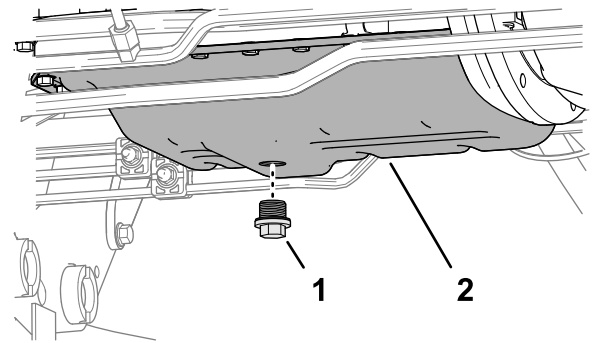

Figure 114
- Retirez le bouchon de vidange (Figure 114) et laissez couler l'huile dans un bac de vidange.